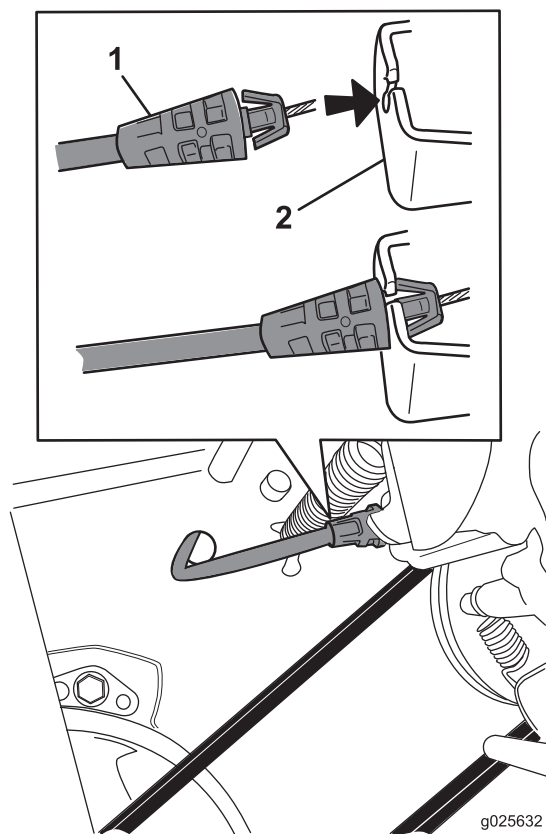

Figure 3
8. Insérez l'ancrage du câble dans le trou du support du boîtier d'engrenages de transmission, comme montré à la Figure 3.